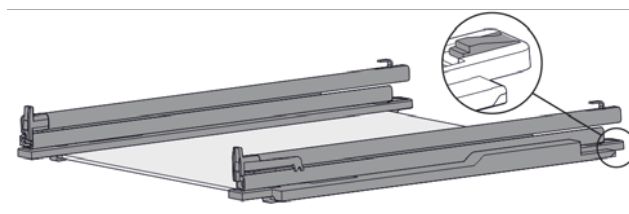

Fig. 99 Стекла́нная пластина с направляющими и крепежными элементами
- ▶ Крепежный элемент сзади прижмите вниз (см. Fig. 99) и одновременно отодвиньте направляющую назад.